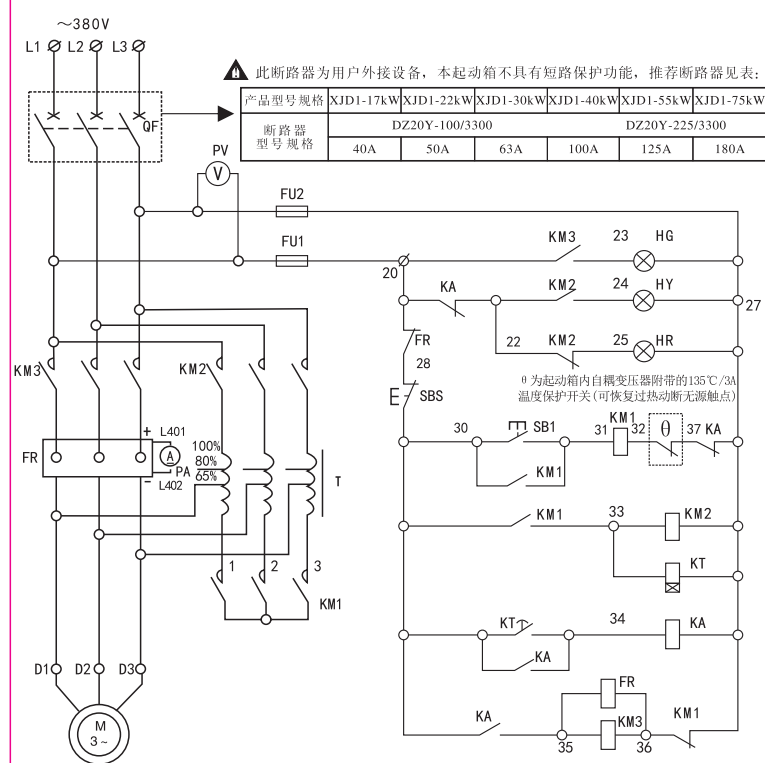

图3 XJD1-17~75kW电气原理图
5.2 本产品的接线原理图及主要元件规格如图3、4及表3所示。(产品实际接线原理图以起时箱门板内侧所贴原理图为准)